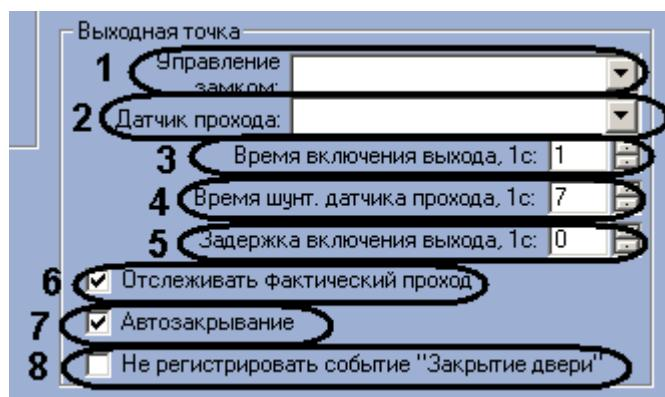

Рис. 3.4-18 Параметры группы Входная точка
9. Настроить параметры группы **Выходная точка** (Рис. 3.4-18).
- 9.1 Из раскрывающегося списка **Управление замком:** выбрать выходное реле, открывающее замок (см. Рис. 3.4-18, 1).
- 9.2 Из раскрывающегося списка **Датчик прохода:** выбрать вход, служащий для подключения датчика прохода на выход (см. Рис. 3.4-18, 2).
- 9.3 В поле **Время включения выхода, 1с:** установить с помощью кнопок **вверх-вниз** время включения замка двери (время прохода) в секундах (см. Рис. 3.4-18, 3).
- 9.4 В поле **Время шунт. датчика прохода, 1с:** установить с помощью кнопок **вверх-вниз** время шунтирования датчика прохода на выход в секундах (см. Рис. 3.4-18, 4).
- 9.5 В поле **Задержка включения выхода, 1с:** установить с помощью кнопок **вверх-вниз** время задержки открывания на выход в секундах (см. Рис. 3.4-18, 5).
- 9.6 Установить флажок **Отслеживать фактический проход**, если необходимо регистрировать проход по срабатыванию датчика прохода (см. Рис. 3.4-18, 6).
- 9.7 Для включения режима, при котором по факту выхода досрочно выключается замок и берётся под охрану датчик прохода на выход, необходимо установить флажок **Автозакрывание** (см. Рис. 3.4-18, 7).
- 9.8 Для того, чтобы в протоколе событий не регистрировалось событие о закрытии турникета на выход после закрытия турникета, необходимо установить флажок **Не регистрировать событие "Закрытие двери"** (см. Рис. 3.4-18, 8).